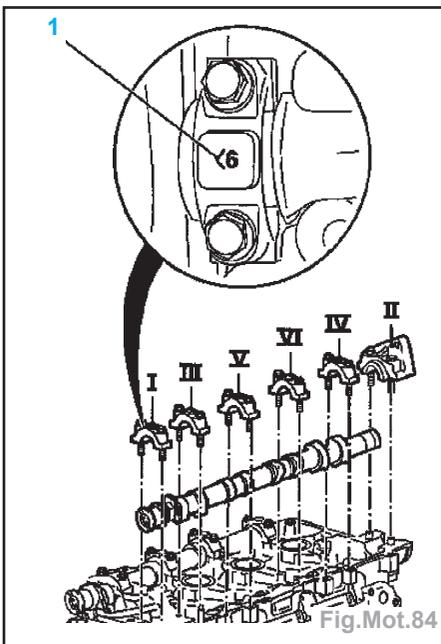

Fig.Mot.84
**Impératif** : respecter l'identification et l'appariement (Fig.Mot.84).